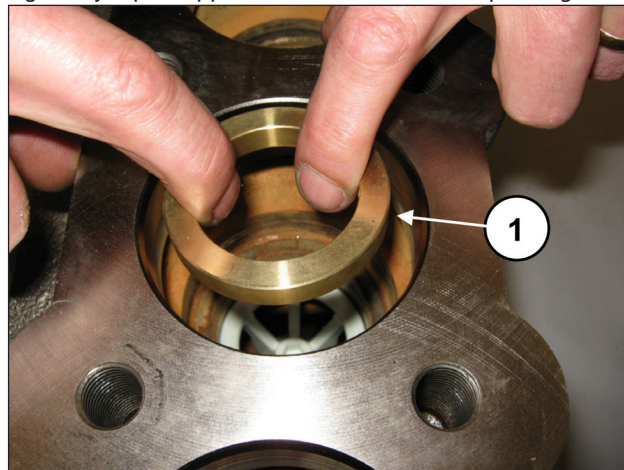
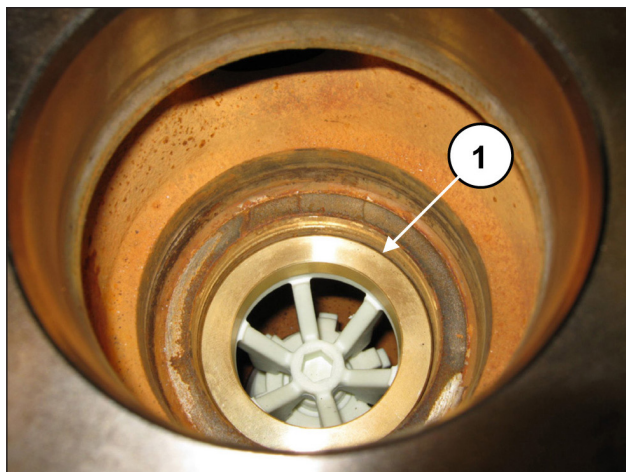

Fig. 121
Fig. 122
Placer la bague entretoise dans le siège de soupape (rep. ①, Fig. 121) jusqu'en appui direct sur l'entretoise (rep. ①, Fig. 122).